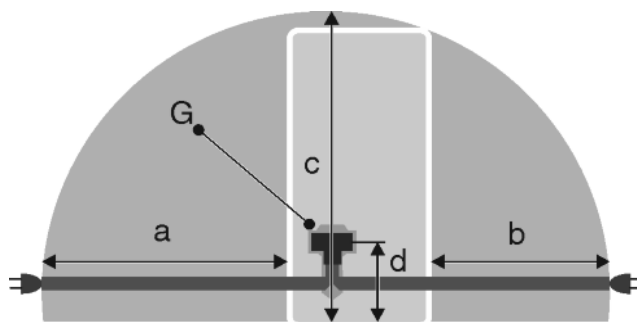

Fig. 27
- Розетка знаходиться за межами зони задньої стінки пристрою у заданому діапазоні *Fig. 27 (a, b, c)*.
- ▶ Штекер пристрою *Fig. 27 (G)* вставити на задній стінці пристрою. Слід звернути увагу на належну фіксацію.